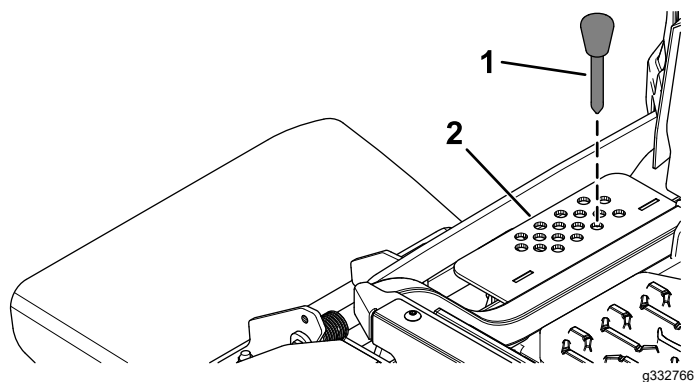

Figura 31
2. Selecione um orifício, no suporte da altura de corte, que corresponda à altura de corte desejada e insira o pino (Figura 31).